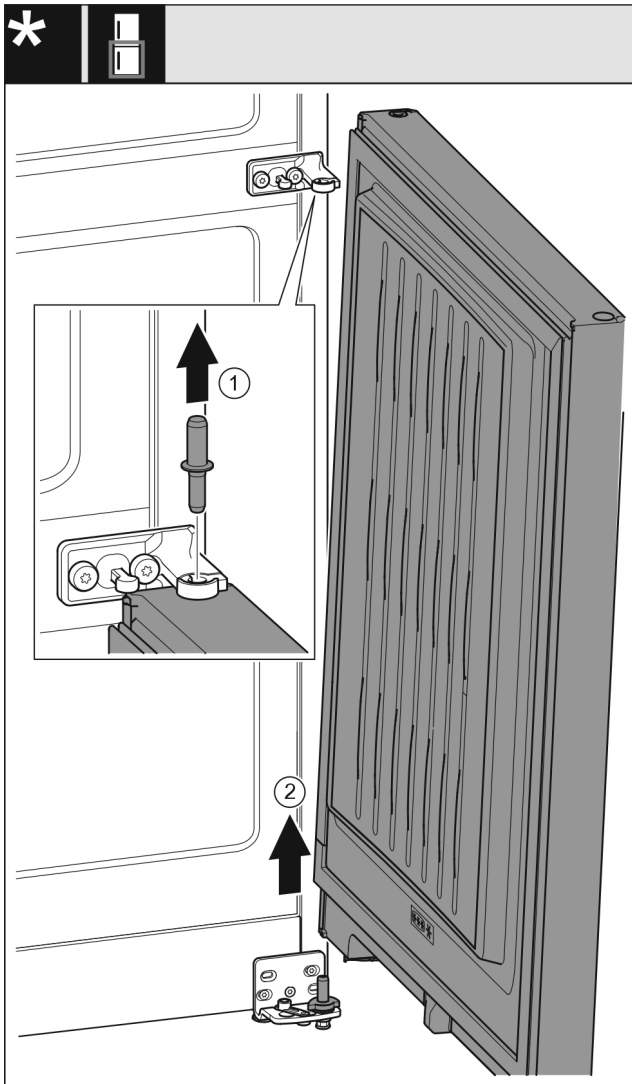

Fig. 10 Senza ammortizzatore di chiusura
- ▶ Estrarre il perno Fig. 10 (1) verso l'alto.
- ▶ Ruotare all'esterno la porta Fig. 10 (2), tirarla verso l'alto e disporla a lato.